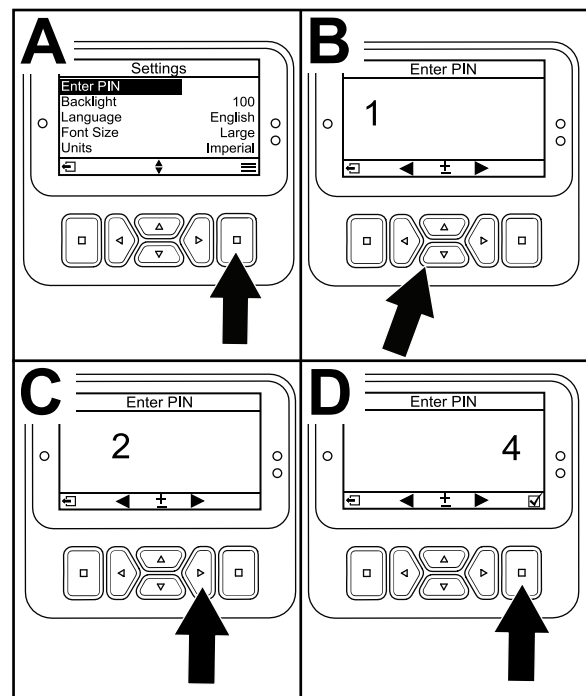

Bild 21
3. Drücken Sie für die Eingabe des PIN-Codes die auf/ab Navigationstasten Bild 21, bis die erste korrekte Ziffer angezeigt wird; drücken Sie dann die rechte Navigationstaste Bild 21, um auf die nächste Ziffer (B und C) zu gehen. Wiederholen Sie diesen Schritt, bis Sie die letzte Ziffer eingegeben haben.